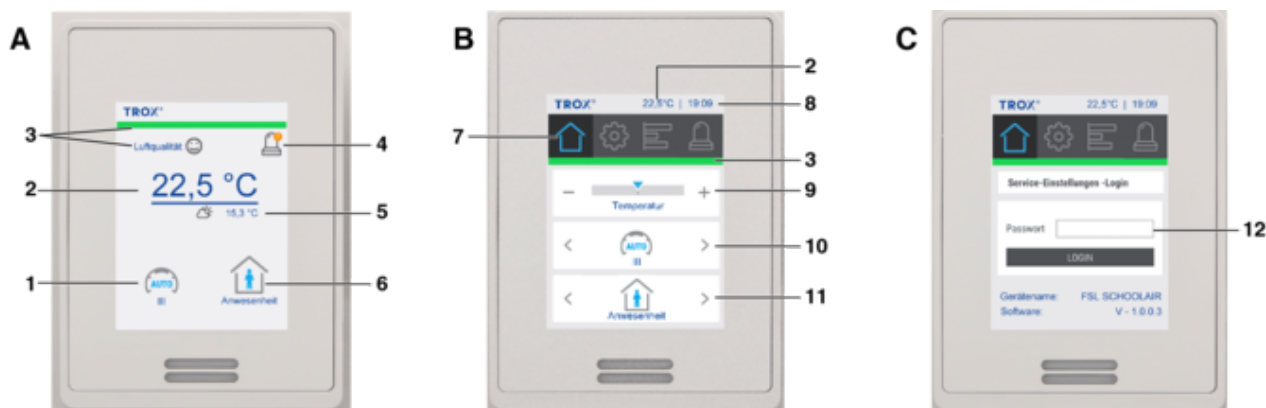

Abb. 38: Digitales Raumbediengerät
<p>Einstellungen</p> <p>Anzeige GeräteName (konfigurierbar über Einstellungen) und aktuelle Softwareversion. Passwortgeschützter Bereich zum Zurücksetzen der Filterwechselanzeige und Aktivierung der Ferienschaltung (Betriebsmodus = Aus).</p> <p>Der Zugriff auf die Einstellungen kann mit einem Passwort (optional) gesperrt sein, (Abb. 38/C).</p> <p>Zur Passworteingabe das Feld „Passwort“(12) anwählen. Mit der eingeblendeten Ziffern-Tastatur das festgelegte Passwort eingeben und mit [Enter] (links unten) bestätigen. Danach [Login] anwählen.</p>